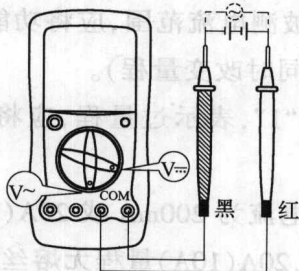

图 1-5
(1) 直流电压测量:直流电压测量的连接方法如图 1-5 所示。